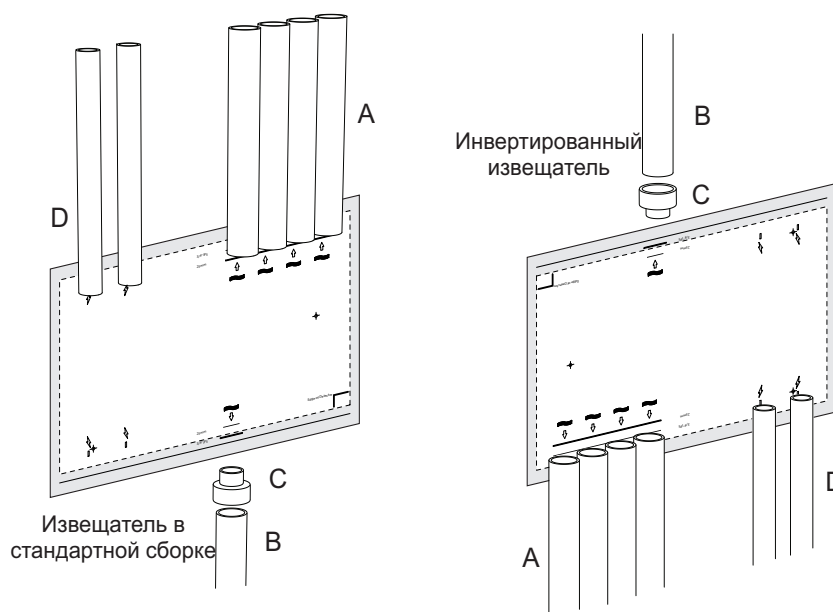

Рис. 4-25: Расположите кабелепровод и трубы
4. Расположите впускные трубки (А) на отмеченных центральных линиях (Рис. 4-25).
- Для дюймовых труб установите трубных адаптер (C) и обрежьте трубу по внешней линии глубины, нанесенной на монтажном шаблоне.
7. Расположите кабелепровод (D) на отмеченных центральных линиях.